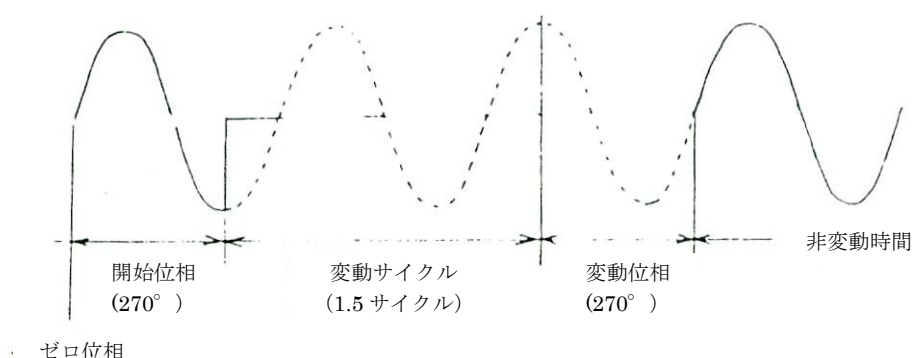

図3. 変動時間設定例
- (1) 開始位相設定スイッチ⑩により、変動を開始する位相を設定します。(図3参照)
- (2) 変動サイクル設定スイッチ⑮と変動位相設定スイッチ⑬により、出力電圧を変動させる時間を設定します(図3を参照)。
[例：図3の場合の変動時間は、45msとなります。]